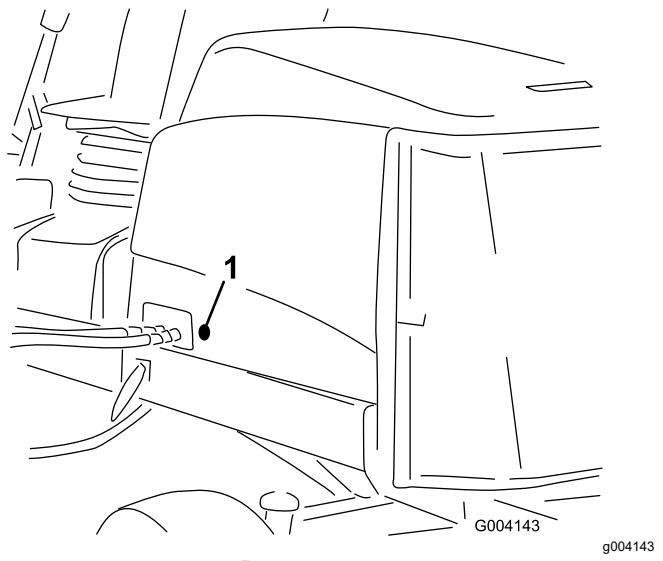

Рисунок 5
- Извлеките резиновую втулку из отверстия с левой стороны капота (Рисунок 5).